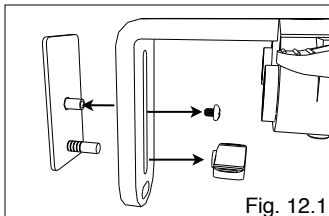

Fig. 12.1
1. Svitare e rimuovere la vite a testa tonda e il dado ad alette dal retro della piastra magnetica, come illustrato nella Fig. 12.1. Rimuovere la piastra magnetica e metterla da parte.